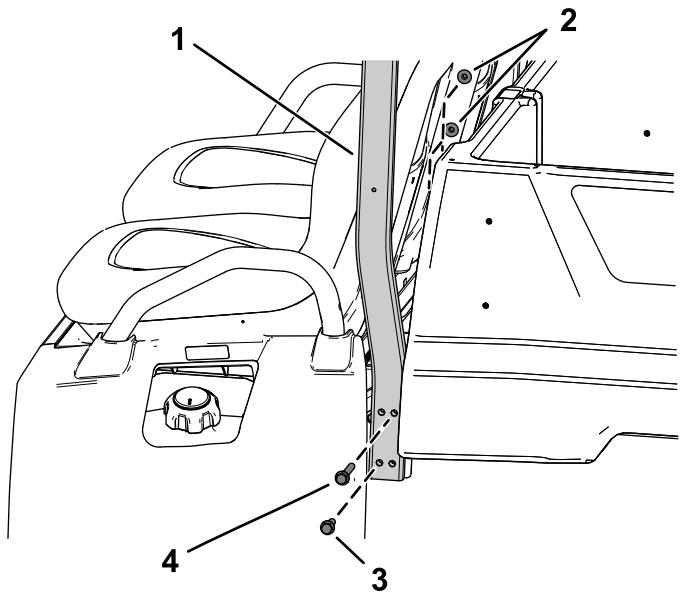

Figure 12
1. Fixez légèrement les 2 tubes de montage arrière à l'aide de 2 boulons à embase (3/8" x 3 1/2"), 2 boulons à embase (3/8" x 1 3/4") et 4 contre-écrous (3/8"), comme montré à la Figure 12.